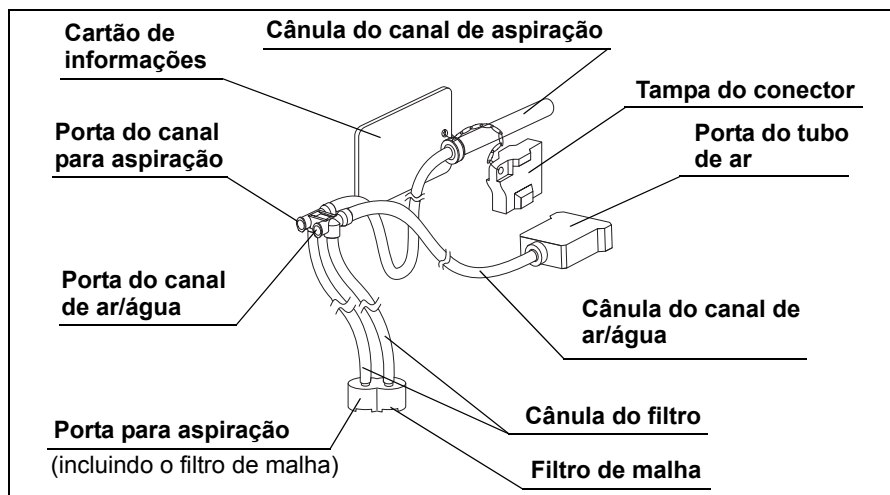

Figura 2.6
1. Certifique-se de que nenhum dos componentes da cânula de injeção contém fissuras, arranhões, defeitos ou resíduos (consulte Figura 2.6).